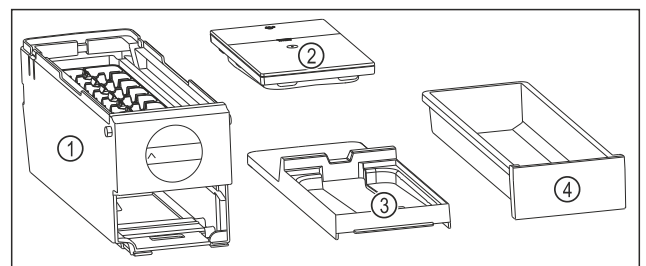

Fig. 84 Componentes del EasyTwist-Ice
- ▶ El EasyTwist-Ice está desmontado en cuatro piezas. (consulte Fig. 84)
- ▶ Desmontar el EasyTwist-Ice solo en los componentes mostrados. (consulte Fig. 84)
- ▶ Limpiar el cuerpo del EasyTwist-Ice Fig. 84 (1) en su totalidad.